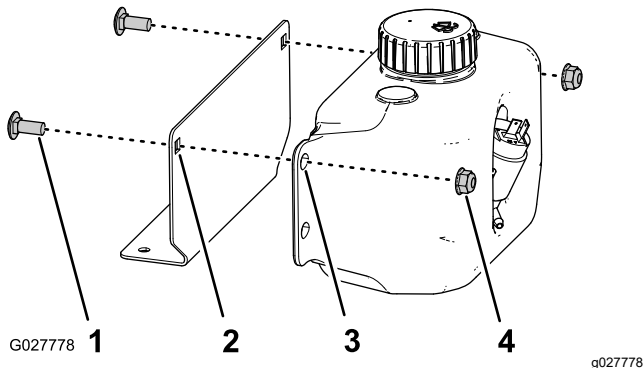

Рисунок 35
1. Установите бачок омывателя на кронштейн бачка омывателя с помощью 2 каретных болтов (5/16 x 3/4 дюйма) и 2 контргайек (5/16 дюйма), как показано на Рисунок 35.